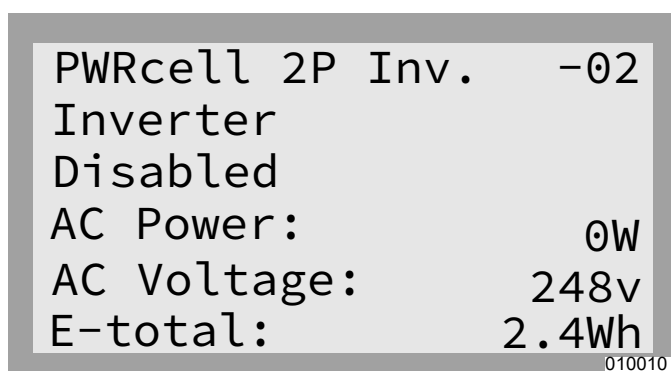

Figura 7-7. Activación del inversor (1 de 3)
7. Consulte la Figura 7-7. Desde la página de inicio en el panel de control del inversor, use la tecla de flecha hacia la derecha para desplazarse hasta la página de dispositivo del inversor.